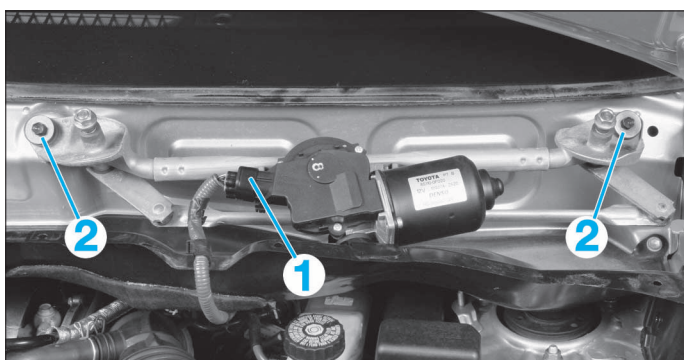

FIG. 14
- Débrancher le connecteur (1) (fig. 14).
- Déposer les vis de fixation (2) du mécanisme d'essuie-glace.